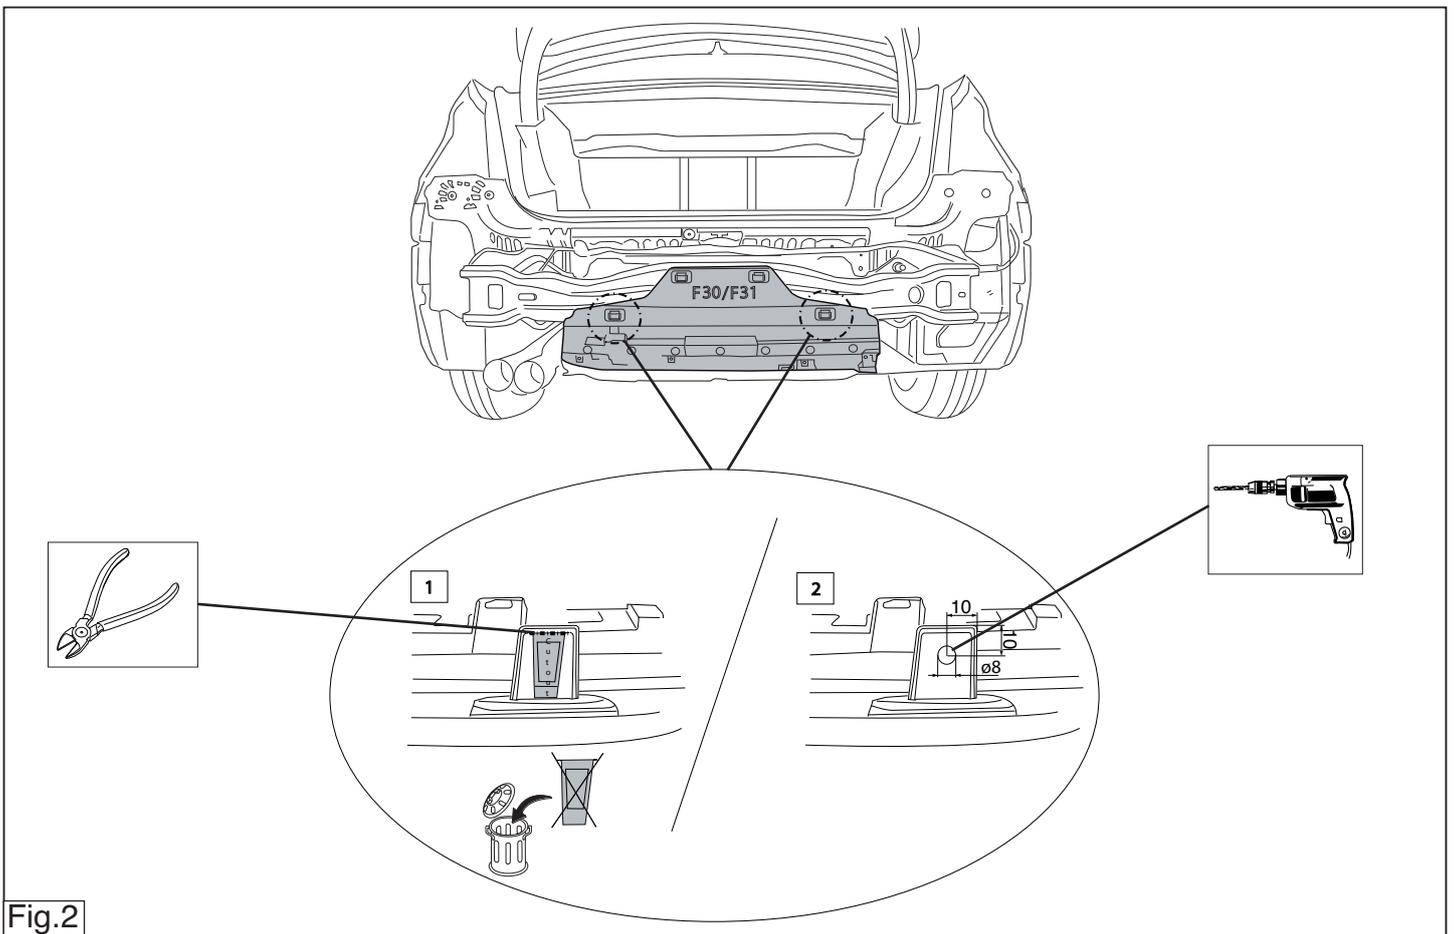

Fig.2
3. Drill the holes B (ø8mm) in the plastic cap. See fig. 2.
3. Boor in de kunststof kap de gaten B ø 8mm. zie fig. 2
3. Bohren Sie die Löcher B (ø 8 mm) in die Kunststoffkappe, s. Abb. 2.
- Percer dans le capuchon en plastique les trous B ø 8 mm - voir fig. 2.
- Borra hålen B (ø 8 mm) i plastkåpan. Se fig. 2.
3. Bor hullerne B 8mm i kunststofhætten. Jævnfør fig. 2.